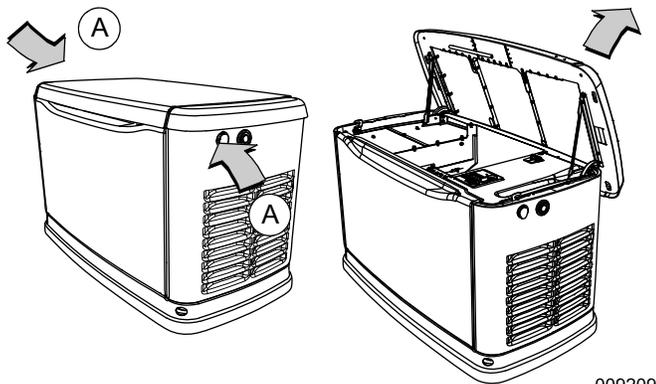

Figura 2-4. Apertura de la tapa
2. Consulte la **Figura 2-4**. Dos bloqueos (A), uno a cada lado, aseguran la tapa. Presione hacia abajo en la tapa sobre el bloqueo lateral y desbloquee el pestillo para abrir la tapa adecuadamente.